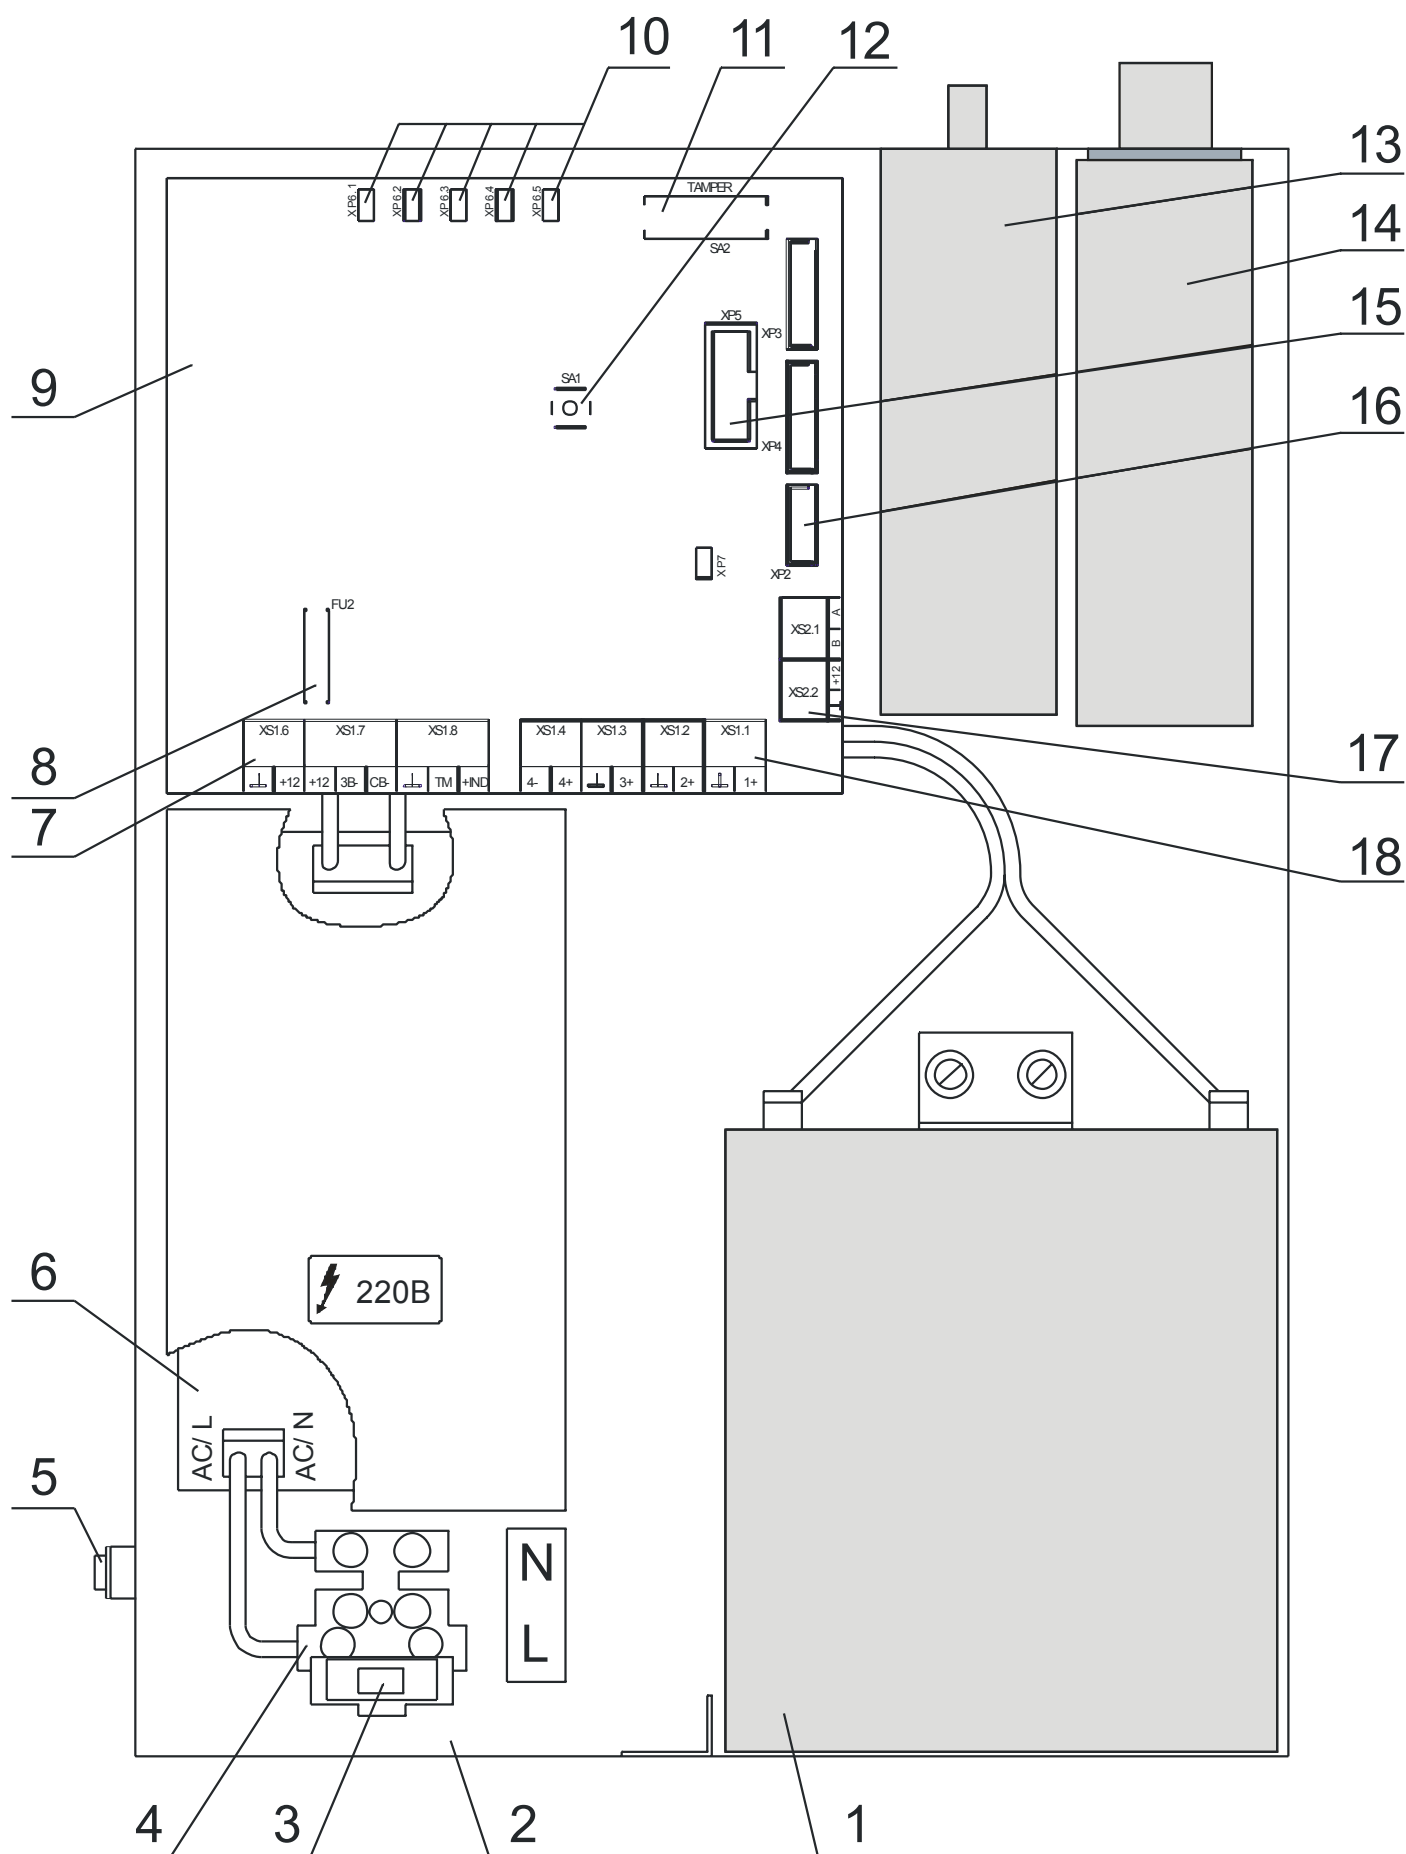

Рисунок 2 - Размещение узлов в кожухе прибора «Радиус-4-И»
1.4.1.2 В кожухе смонтированы (рисунок 2): печатный узел управления, импульсный источник питания 220/14В,